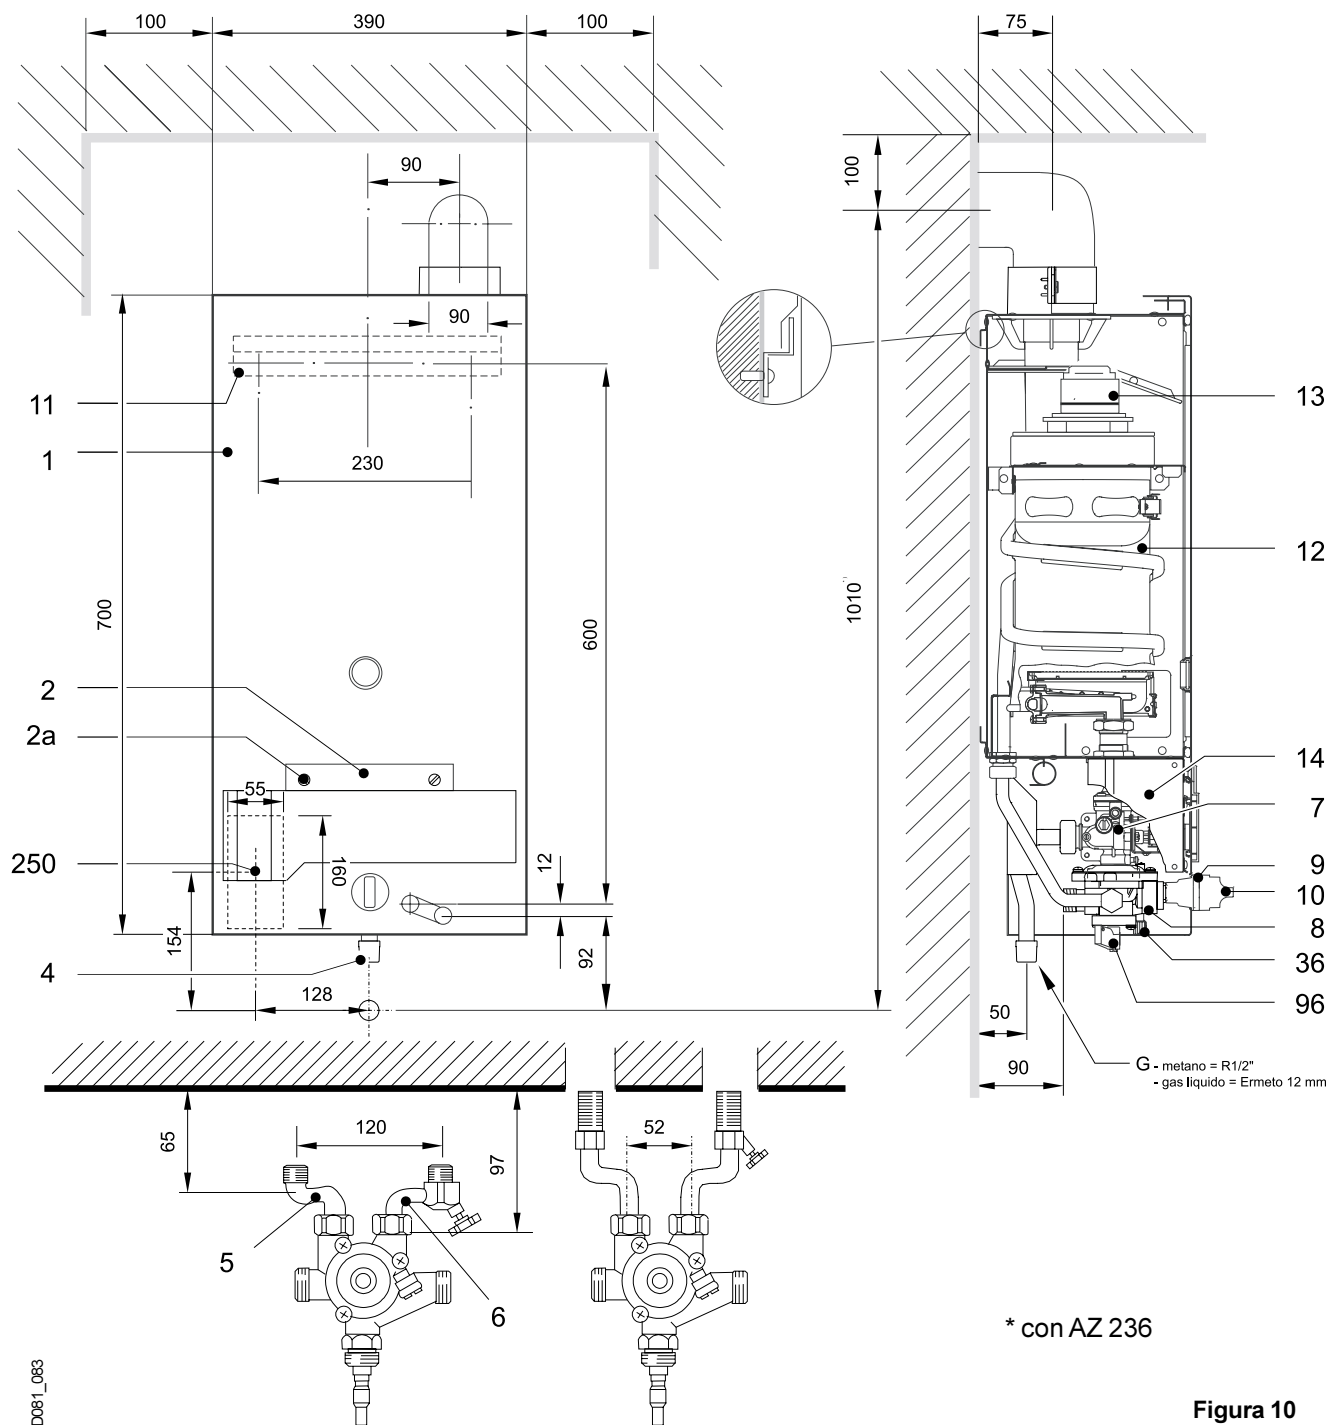

Figura 10
Misure d'installazione, vedi figura 10.
Smontare l'involucro (figura 10)
La posizione dei fori per le viti del profilo di montaggio (11) è riportata nella figura 10.
- Applicare il profilo di montaggio (11) come da figura 10.